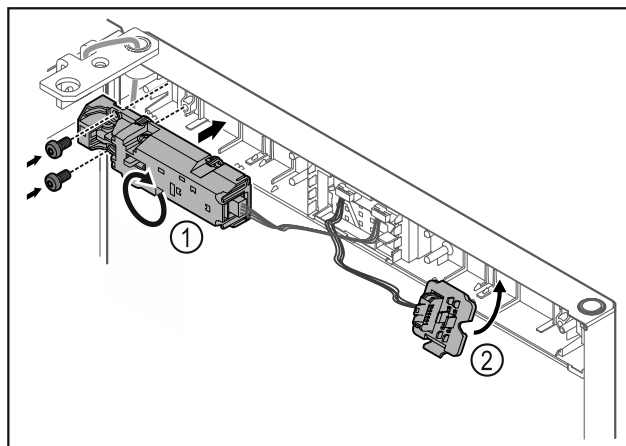

Fig. 21
- ▶ Daljinski zaklepni element Fig. 21 (1) obrnite za 180° in ga prestavite na nasprotno stran.
- ▶ Držalo vtiča Fig. 21 (2) pritrдите na nasprotno stran.